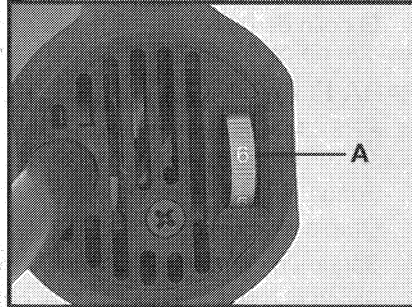

Fig. 1A
El control de la velocidad es por medio de un tornillo manual, (A), Fig. 1A. La posición No. 1 provee la velocidad más lenta (2500 OPM) y la posición No. 6 provee la más rápida (6000 OPM). Puede cambiar la velocidad con el motor en marcha o parado.